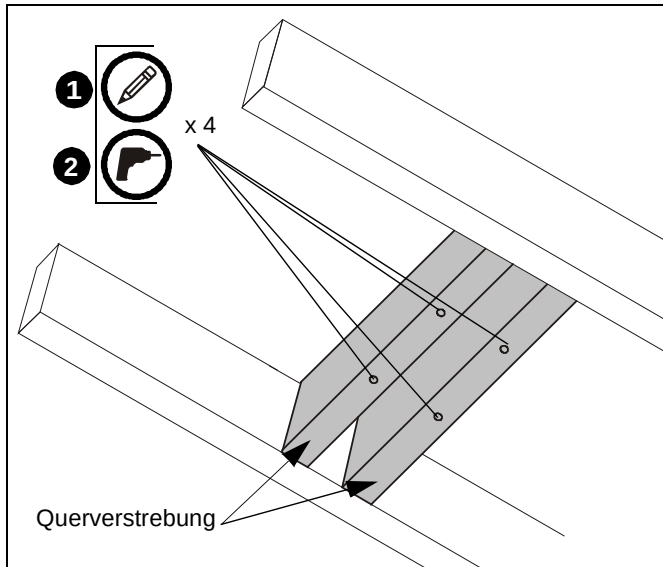

Abb. 4
1. Benutzen Sie die Deckenplatte als Vorlage, um Positionen für vier Vorbohrungen (Siehe Abb. 4) zu markieren. Stellen Sie sicher, dass sich die Markierungen in der Mitte der Holzträger befinden.
2. Bohren Sie Vorbohrungen mit einem Durchmesser von 5,6 mm (7/32") in die Holzbalcken-Querverstrebung. (Siehe Abb. 4) Stellen Sie sicher, dass die Vorbohrungen gerade sind.